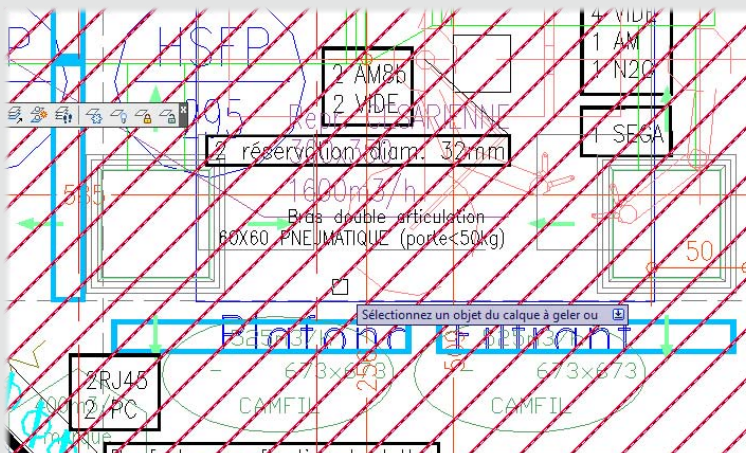

Figure 28
20. Zoomons sur le dessin et sélectionnons les calques à geler afin de rendre plus lisible cette partie du dessin – il s'agit d'une salle d'opération (voir Figure 28).